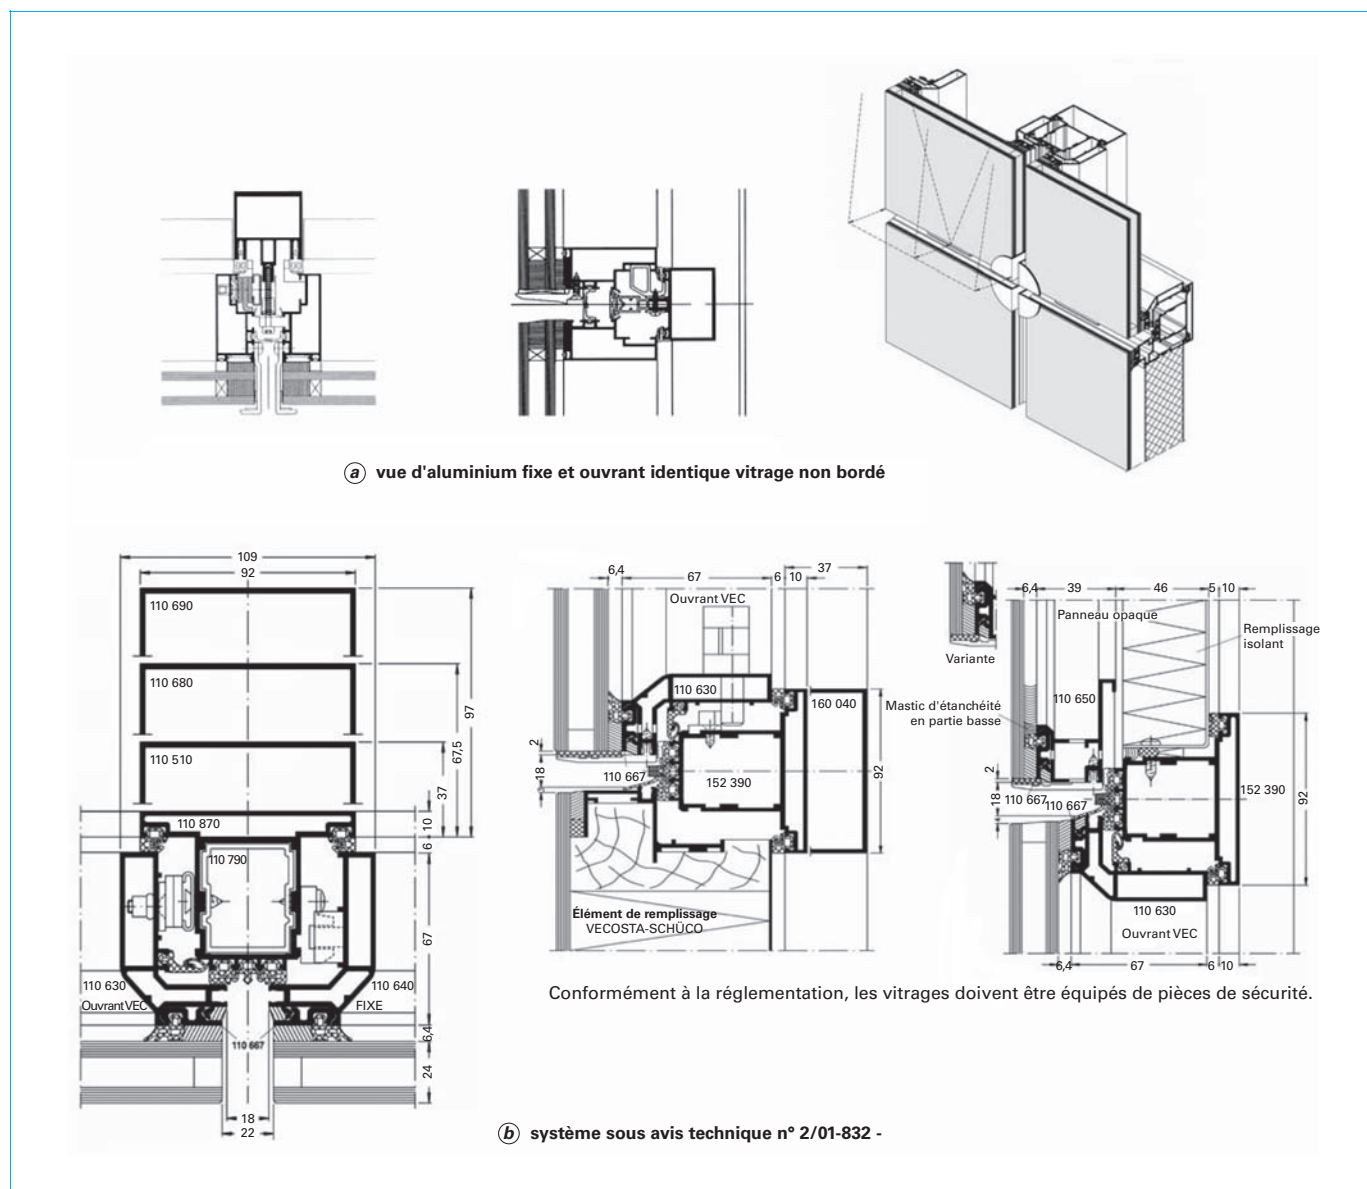

Figure 2 – VEC – Vitrage non bordé (Crédit Schüco)
**Attention aux ponts thermiques** : en VEC non bordé, la tranche du vitrage intérieur est exposée à la température extérieure dans le joint creux, à moins qu'il n'y ait des joints EPDM pour fermer ce joint creux ; ce qui n'est pas toujours évident pour les ouvrants. Se reporter aux détails de la figure 2.